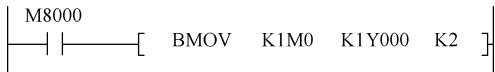

图 5-9 BMOV 指令操作数是位组合元件
1) BMOV 指令中的源操作数与目标操作数是位组合元件时，要采用相同的位数，如图 5-9 所示。